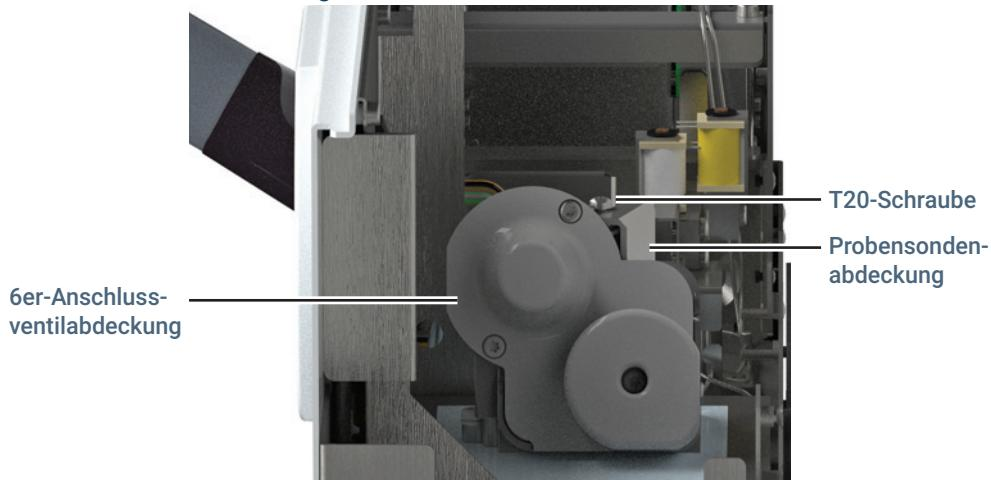

Abb.17. Ventil- und die Probensondenabdeckung
- 5 Entfernen Sie die Ventil-/Schleifenabdeckung (**Abbildung 17**). Siehe „Entfernen der Ventil-/Schleifenabdeckung“ auf Seite 19.